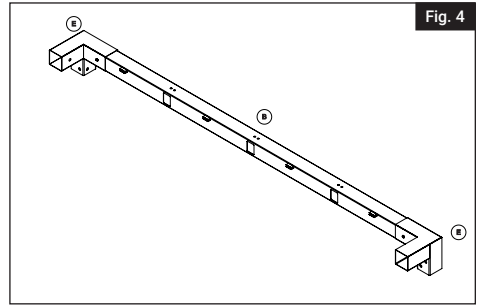

Fig. 4
Attach remaining corner brackets (E) to the remaining outer rail (B) (Fig. 4).
Fixer les autres supports d'angle (E) à l'autre traverse extérieure (B) (Fig. 4).